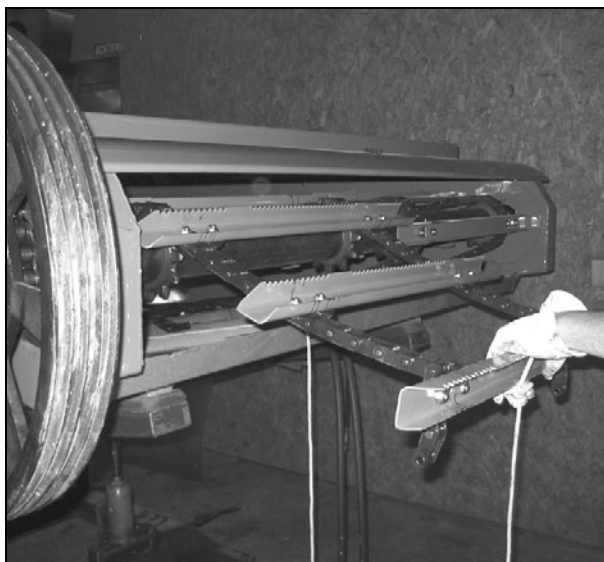

Рисунок 14
Примечание: Для облегчения переустановки цепи привяжите веревку к двум планкам элеватора перед тем, как вытащить цепь (Рис. 14).
- Снимите цепь со звездочек. Для снятия цепи с переднего вала одновременно вращайте шкив ременной передачи и тяните за веревку (Рис. 14).